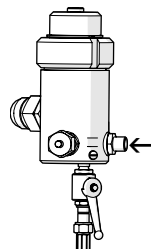

fig. 18: Racordare furtun de stropit la filtrul de înaltă presiune
1. Racordați furtunul de stropit la ieșirea materialului de la filtrul de înaltă presiune (fig. 18).